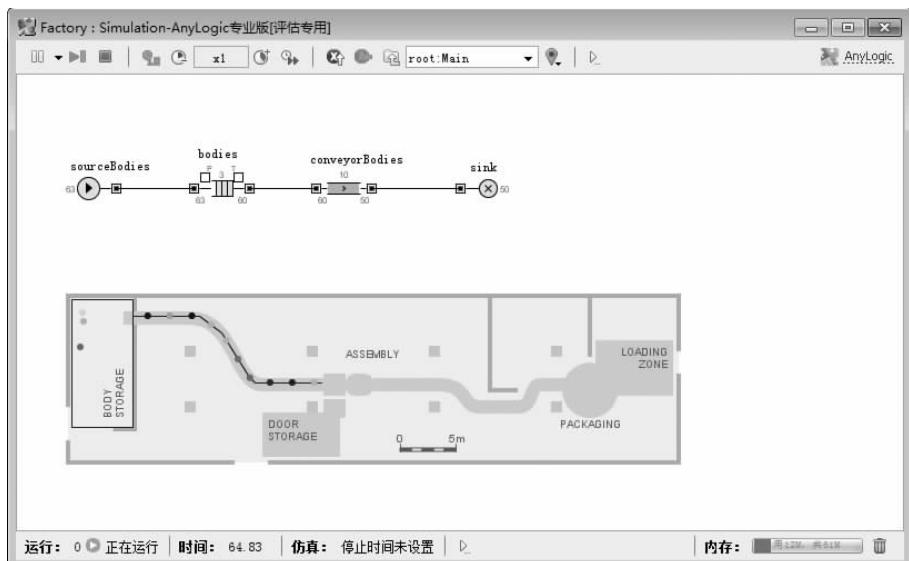

图 3-34 运行模型的动画显示
(20) 观察模型动画，洗衣机机身进入存储过程，直到被传送带运走，如图 3-34 所示。